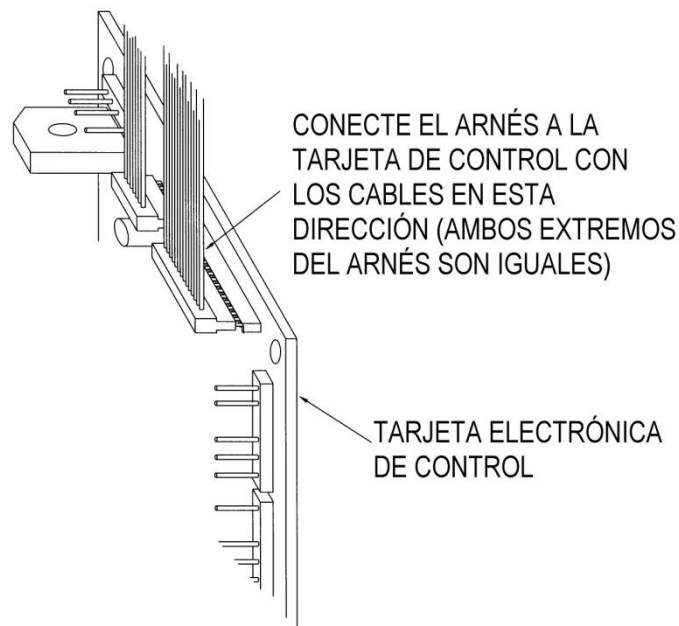

Figura 2 CONECTANDO EL ARNÉS DEL DISPLAY A LA TARJETA DE CONTROL
10. Conecte el otro extremo del Arnés del Display a la terminal J9 de la Tarjeta de Control SENSIT® 3 de forma que el Arnés quede hacia afuera como se muestra en la Figura 2.